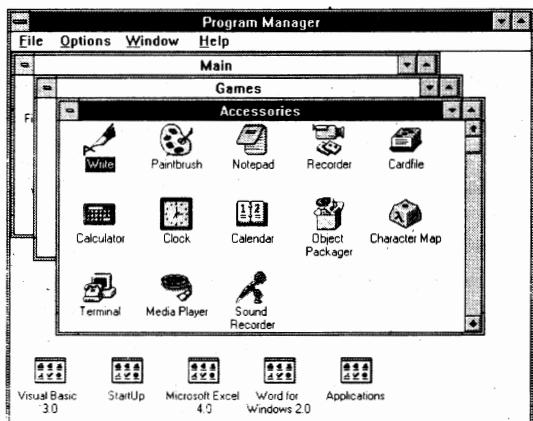

图 1 程序管理器
程序组和程序项是程序管理器的基本元素。根据功能不同,程序管理器应用程序窗口中把各类应用程序分成若干个程序组(如图 1 中 Main、Accessories、Games 等)。组是程序管理器的子窗口,组窗口中的应用程序以肖像形式出现,用户只需用鼠标在应用程序肖像(程序项肖像)上快速双击便可运行该应用程序。因而,简化了程序的运行。
- (1) 单击 Example 程序组窗口或肖像,确认它是当前活动的(例图 1 中 Accessories 即为当前活动的程序组窗口)。
- (2) 从 File 菜单中选取 New, 出现 New Program Object 对话框。
- (3) 选择 Program Item, 然后选择 OK, 系统给出 Program Item Properties 对话框。
- (4) 在 Command Line 框中键入用户应用程序名(例 PC.EXE)。然后选择 OK, 系统将自动为 Example 组窗口创建一个 PC 程序项肖像。
- (1) 选择任一打开的程序组窗口中的程序项肖像,确认其为当前活动的。(例图 1 中 Accessories 组中 Write 即为当前活动的程序项)
- (2) 选取 File 菜单中的 Open 命令。
- (1) 同时打开程序组窗口 Main、Accessories 和 Games，使它们任意重叠排列。
- (2) 选择 Windows 菜单中的 Cascade 命令，观察三个窗口的排列位置（如图1所示）。